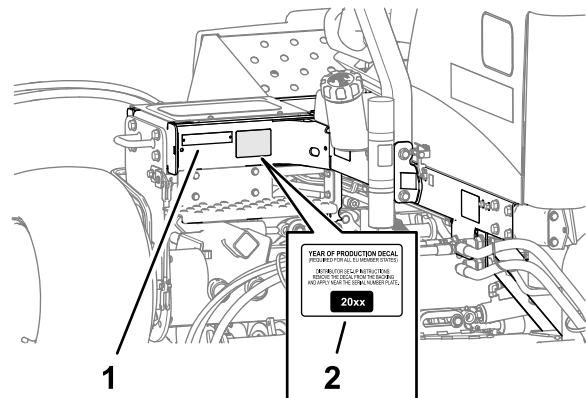

Figura 21
1. Limpie el bastidor izquierdo cerca de la placa del número de modelo/serie con alcohol y deje que el bastidor se seque (**Figura 21**).
2. Retire el papel protector y aplique la pegatina del año de fabricación en el bastidor, cerca de la placa del número de serie, como se muestra en la **Figura 21**.